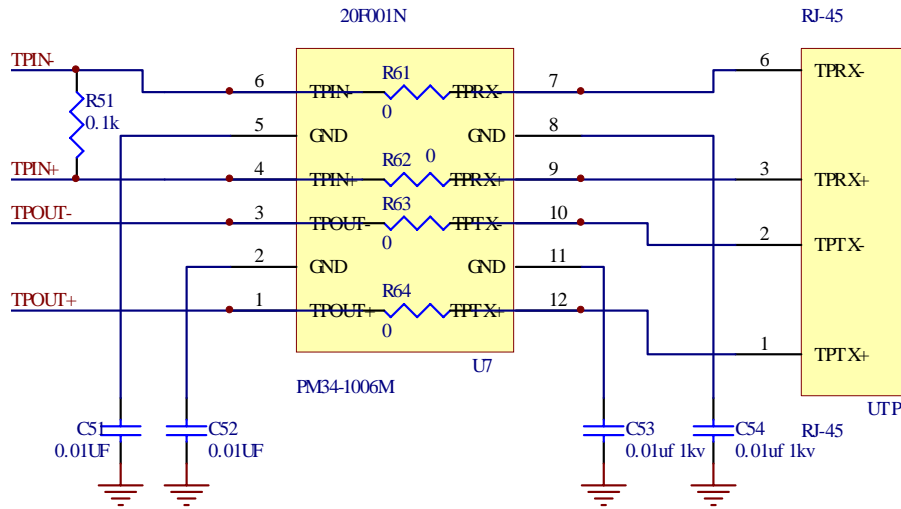

图 5 ZLSN2000 改造为 ZLSN2003 电路
- 1 如果之前 ZLSN2000 电路板 RJ45 和网络变压器（一般是 PM34-1006M）是分开使用的。电路如图 5 所示。现在 ZLSN2003 已经将网络变压器和所需的电阻电容都已经做到内部了，所以改法是：将 PM34-1006M 的 6 与 7、4 与 9、3 与 10、1 与 12 用铜丝、导线或者 0 欧姆电阻联通，去掉 R51、C51、C52、C53、C54。如图 5 所示。这种改造方法不需要修改 PCB，而只是焊